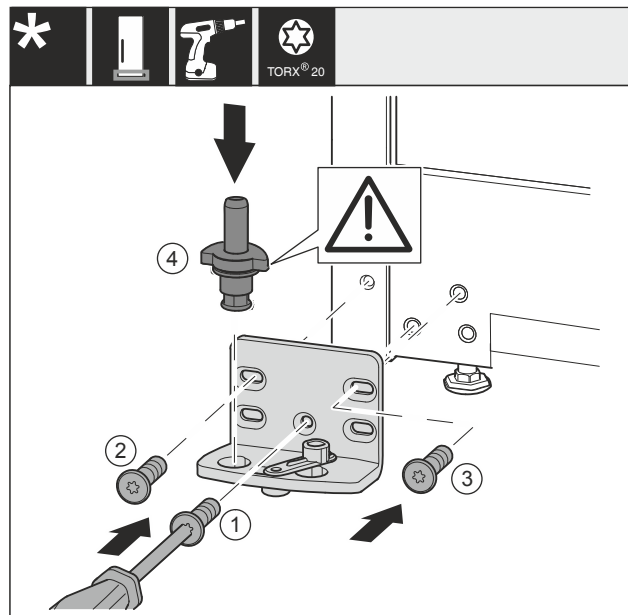

Fig. 25
- Applicare il blocco di supporto sull'altro lato e avvitarlo con l'aiuto di un cacciavite. Iniziare dalla Fig. 25 (1) in basso al centro.
- Stringere la vite Fig. 25 (2) e Fig. 25 (3).
- Inserire completamente i perni di supporto Fig. 25 (4). Facendo ciò assicurarsi che la camma di arresto sia rivolta all'indietro.